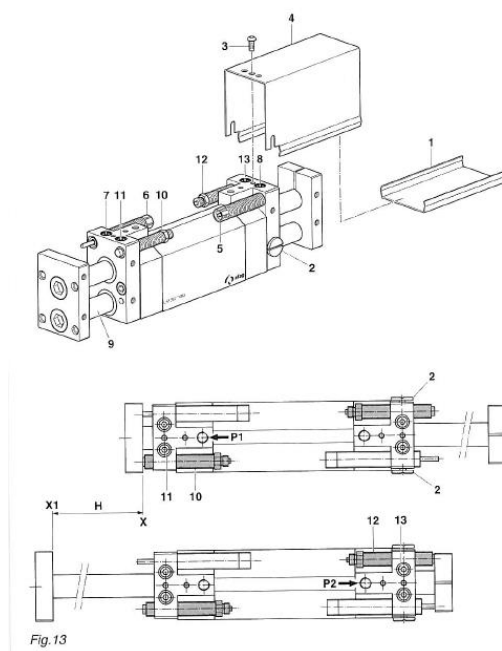

Fig. 19 Réglage des vis de butée AS 12/60
1. Retirer la fermeture de protection (Fig. 19, 1).
2. Desserrer les vis (Fig. 19, 2) et retirer la vis (Fig. 19, 3).
3. Retirer le protège-main (Fig. 19, 4) vers le haut.
4. Desserrer la vis de blocage (Fig. 19, 7, 8) et dévisser l'amortisseur (Fig. 19, 5,6) d'environ 5 tours dans le sens inverse des aiguilles d'une montre.
- Le chariot (Fig. 19, 9) se déplace sur la vis de butée (Fig. 19, 10).
6. Desserrer la vis de blocage (Fig. 19, 11).
7. Déterminer la position arrière (X) de la course (H) en réglant la vis de butée (Fig. 19, 10).
8. Bloquer la position avec la vis de blocage (Fig. 19, 11) (un tour = 1 mm de course).
- Le chariot (Fig. 19, 9) se déplace sur la vis de butée (Fig. 19, 12).
10. Desserrer la vis de blocage (Fig. 19, 13).
11. Déterminer la position avant (X1) de la course (H) en réglant la vis de butée (Fig. 19, 12).
12. Bloquer la position avec la vis de blocage (Fig. 19, 13).